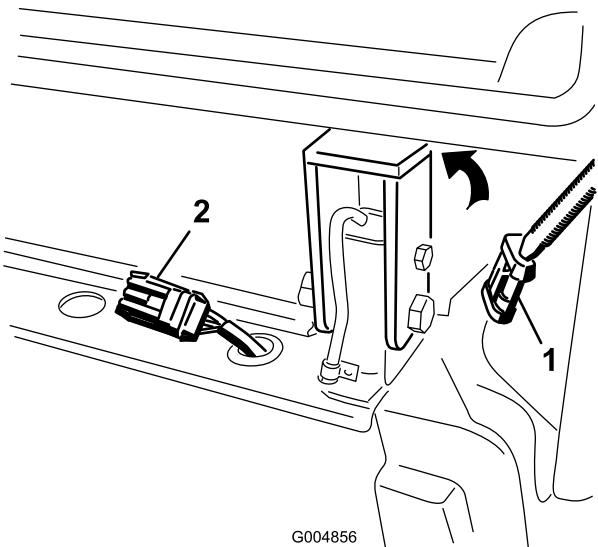

Figura 68
3. Retire el tapón y enchufe el conector del arnés de cables de la cabina en el arnés del bastidor trasero (Figura 68).